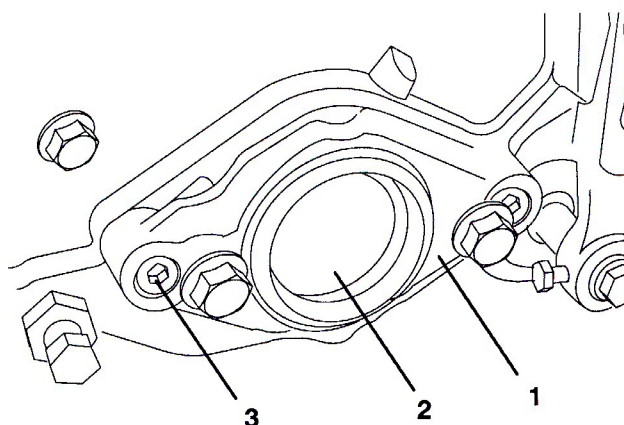

図 14
- B. カッティングユニット右側のベアリング・ハウジングについているプラスチック製のプラグを外す(図14)。
- C. カッティングユニットの左側でモータ取り付け部を固定している六角ネジ(2本)を取る。モータ取り付け部を取り外す(図14)。